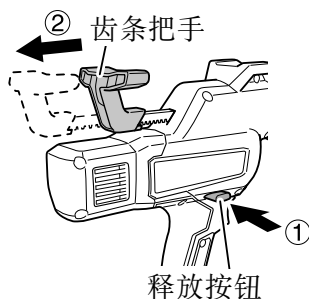

图 18
- (3) 在按下主体上的释放按钮以释放锁定的同时，向后拉齿条手柄，使活塞更靠近主体侧。(图 18)
(1) 在按下主体上的释放按钮以释放锁定的同时，向后拉齿条手柄，使活塞更靠近主体侧。(第 17 页的图 18)